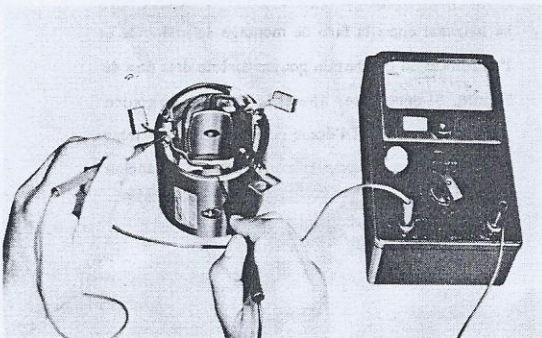

Fig. 6-14 Contrôle de masse dans le bobinage d'excitation.
2. Contrôler la masse du bobinage d'excitation. Pour ce faire, mettre en contact une sonde de l'ohmmètre avec le bobinage d'excitation et l'autre sur la carcasse. S'il existe une mise à la masse, déposer le noyau magnétique et réparer la partie à la masse, sinon, remplacer le bobinage d'excitation. (Voir Fig. 6-14).